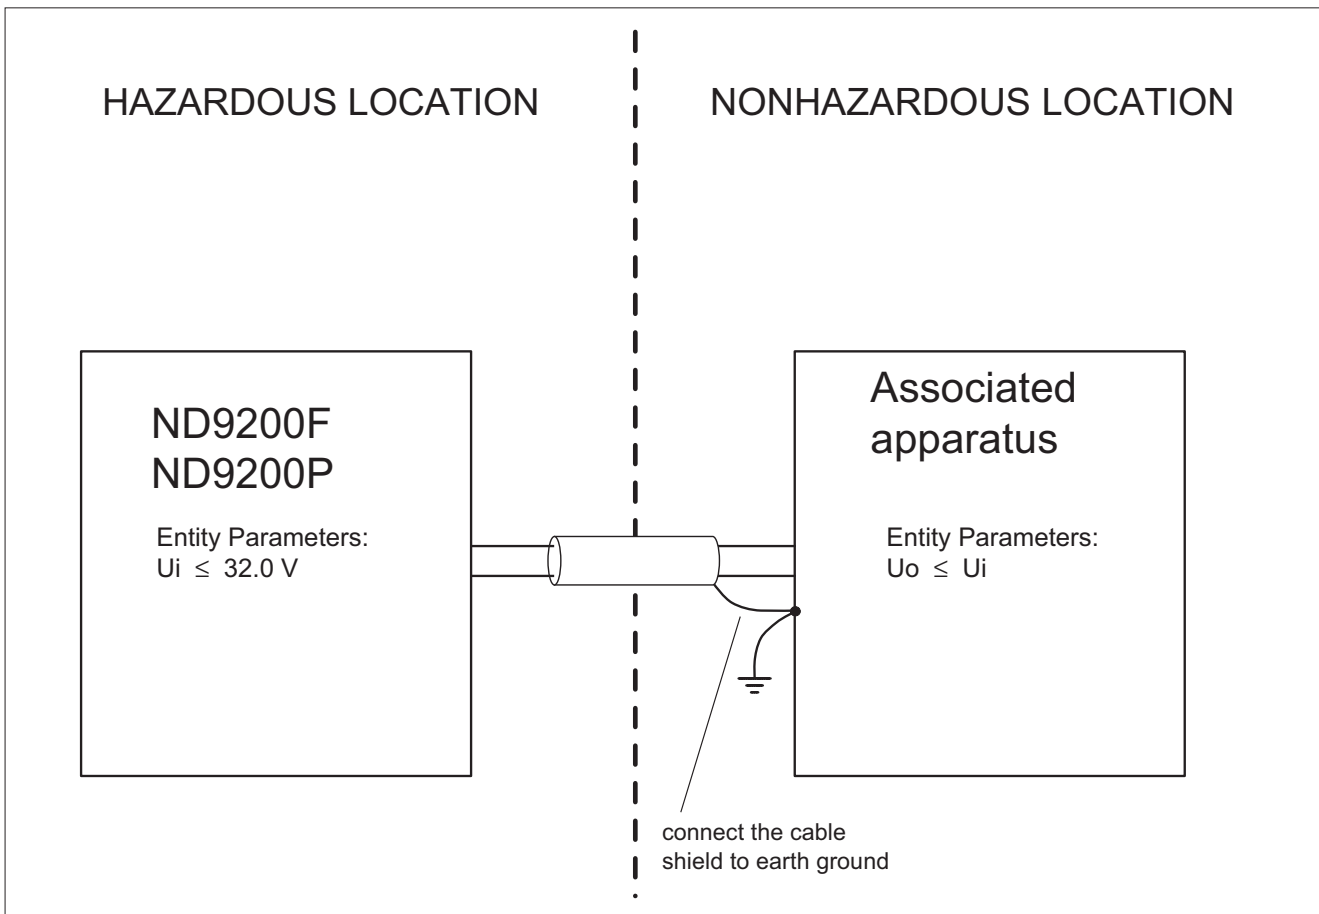

Fig. 13. Câblage de commande, ND9000F et ND9000P, Ex d
Pour les applications impliquant par exemple de fortes vibrations, une température de l'environnement très élevée ou des conditions d'accès difficiles, il est possible de procéder aux mesures avec un montage à distance. Dans ce type d'applications, le capteur de position est fixé à l'actionneur et le contrôleur ND9000 peut être installé plus loin. La tuyauterie pneumatique entre le contrôleur ND9000 et l'actionneur est installée comme expliqué au Chapitre 4.6, et le câblage entre le capteur de position et le contrôleur ND9000 doit être effectué selon la Fig. 13.
6. Connectez l'extrémité du connecteur du câble du capteur de position au connecteur femelle du contrôleur ND9000 comme indiqué sur la Fig. 13.